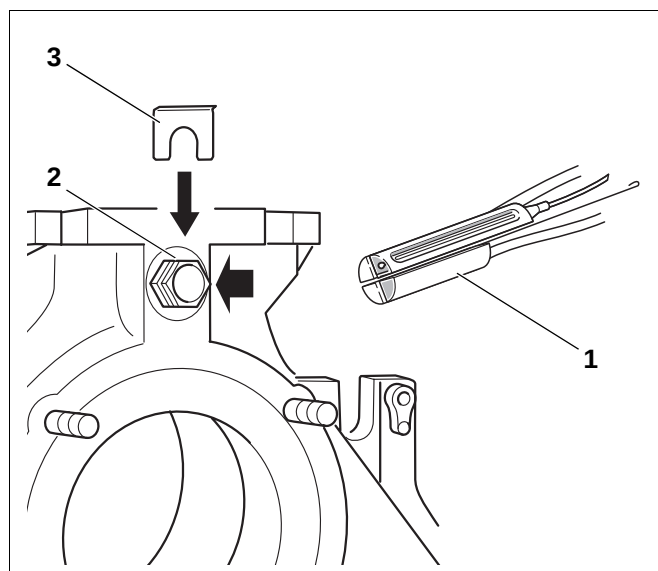

Fig. 60 Montasje – følersett
Følersettet som er koplet til kontrollpanelet (tre følere, en følerblinddel fig. 60, **pos. 1**) monteres i følerlomme R $\frac{3}{4}$ ".
- Før kapillarrørfølerne til kjelens målested og før her følerne inn i følerlommen (fig. 60, **pos. 2**) og sikre dem ved hjelp av følersikringer (fig. 60, **pos. 3**).